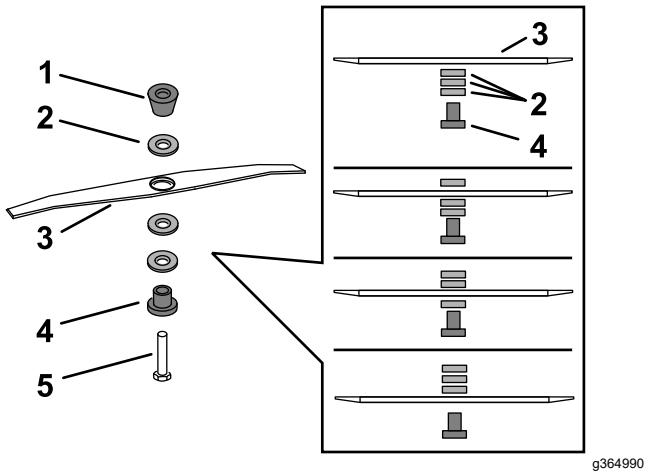

Figura 42
5. Utilice la llave suministrada con la máquina para retirar la cuchilla, girando el perno de la cuchilla en sentido antihorario (Figura 42).